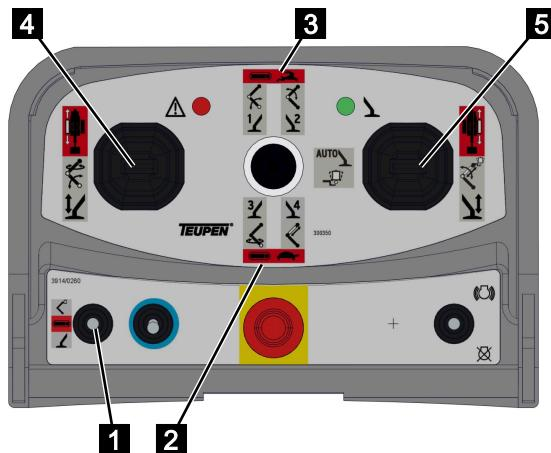

Abb. 79
3. Den Funktionswahlschalter auf [Kettenfunktion] (rot) (Abb.79/1) stellen.
4. Mit dem Betriebswahlschalter die Geschwindigkeit, [Kriechgang] (Abb.79/2) oder [Eilgang] (Abb.79/3) wählen.
5. Mit den Steuerhebeln (Abb.79/4 und 5) die Maschine gemäß nachfolgender Tabelle verfahren.